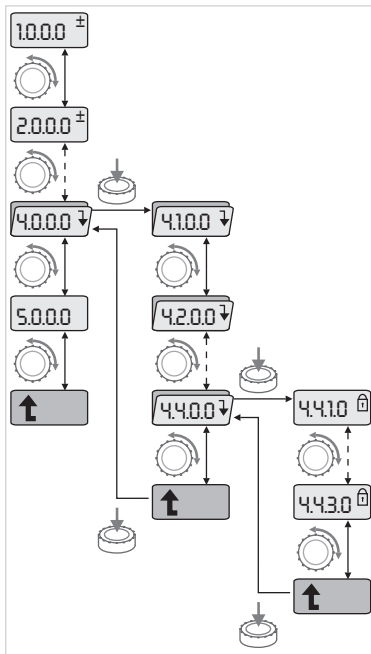

Fig. 36: Navigatievoorbeeld
- De algemene navigatie in het menu als volgt uitvoeren (voorbeeld, zie Fig. 36):